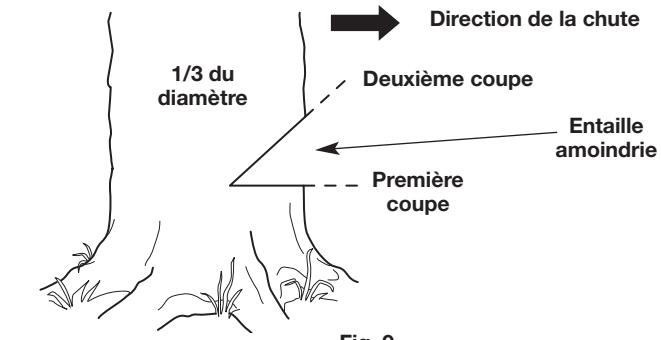

Fig. 9
1. Faites une coupe horizontale dans le tronc de l'arbre (Fig. 9). La coupe doit être environ du tiers du diamètre de l'arbre et près du sol. Pour éviter que le guide-chaîne ne soit pincé par le poids du bois, faites toujours cette coupe en premier.
2. Faites une coupe de 45° dans le tronc de l'arbre, par-dessus la première coupe (Fig. 9). Continuez la coupe jusqu'à ce que les deux entailles se rencontrent.